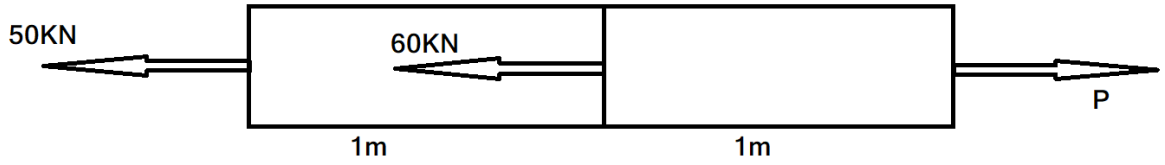

Figure 1
- (b) Take data from the above example given in (B) and passion ratio is 0.288 than find the change in width and depth of rectangular rod. **03**
- (બ) (B) માં આપેલ ઉપરના ઉદાહરણમાંથી ડેટા લો અને લંબચોરસ સળિયાની પહોળાઈ અને ઊંડાઈમાં ફેરફાર શોધો, પેશન રેશિયો 0.288 છે. **૦૩**
- (c) Find the total change in length of varying bar shown in figure 1. If area is  $1000\text{mm}^2$  and  $E = 70000\text{ N/mm}^2$  **04**